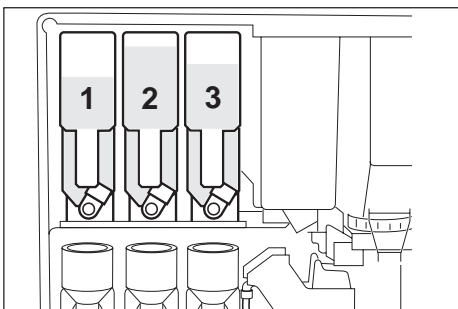

Fig. 13
- Effectuer le remplissage du réservoir d'eau du socle (sauf pour les modèles avec branchement direct sur réseau), du réservoir café en grains (1) et des bacs produits (2), en ayant pris soin de ne pas remplir ces derniers au-delà de 2/3 de leur contenance maximum et de les placer dans leur position correcte (Pos. 1 Thé ou autres boissons, Pos. 2 Chocolat, Pos. 3 Lait) (Fig. 13).